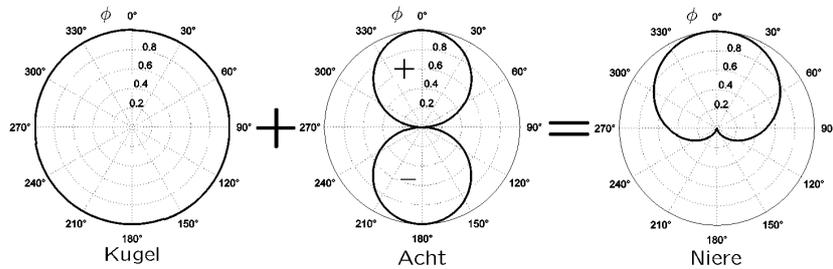
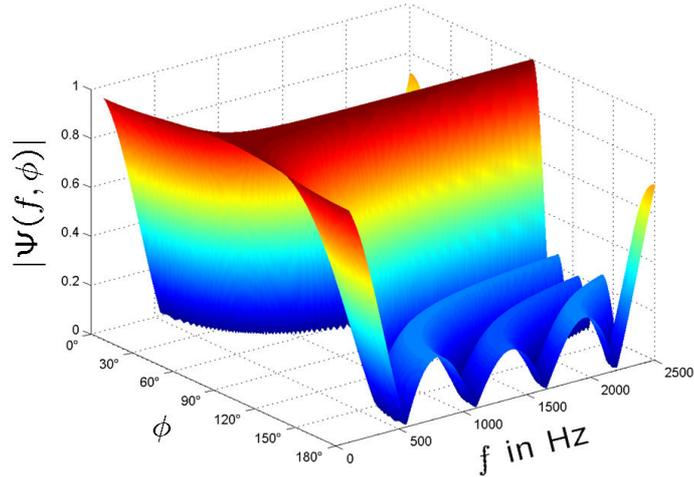

Abbildung 4: Überlagerung idealer Richtcharakteristiken  $0 \leq |\Psi(f, \phi)| \leq 1$ , dargestellt im Polardiagramm
Abbildung 7: 3D-Richtcharakteristik für Frequenzen von 100 bis 2500 Hz
Die grafische Darstellung kann auf verschiedene Arten erfolgen und wird *Richtcharakteristik* genannt. In Abbildung 4 sind beispielsweise lineare Polardiagramme dargestellt, aus denen man den Richtfaktor für einen bestimmten Winkel ablesen kann. Die Abbildungen 6 und 7 zeigen Richtcharakteristiken in kartesischen Koordinaten: In Abbildung 6 ist die Abhängigkeit von  $\phi$  dargestellt, in Abbildung 7 die Abhängigkeit von  $\phi$  und  $f$ . Beide Diagrammtypen kommen auch mit logarithmischer Skala vor. Es werden dann die Dämpfungen im Vergleich zum Maximum (0 dB) angegeben. In Versuch 1 sollen die Messergebnisse beispielsweise in logarithmische Polardiagramme eingetragen werden (Abbildungen 9 und 10).
worin der Name Druckempfänger begründet ist. Woher die Schalldruckänderung kam, ist irrelevant, weshalb der Druckempfänger für Schall aus allen Richtungen gleich empfindlich ist. Er weist eine omnidirektionale Richtcharakteristik auf. Im 2-dimensionalen Polardiagramm in Abbildung 4 ist dies als Kreis zu erkennen, was im Dreidimensionalen einer Kugel entspricht. Daher verwendet man oft den Begriff Kugelcharakteristik. Der Richtfaktor ist also winkelunabhängig  $\Gamma(\phi) = 1$ .
**Druckgradientenempfänger** Betrachtet man die Membran ohne Gehäuse, so reagiert sie immer noch auf unterschiedliche Drücke zwischen ihrer Vorder- und Rückseite, die zwar einen sehr kleinen, aber nicht zu vernachlässigenden Abstand zueinander haben. Es wird aber nun nicht mehr der außen herrschende Schalldruck mit dem unveränderlichen, innen herrschenden statischen Luftdruck verglichen. Stattdessen wird der Schalldruck an zwei verschiedenen Punkten wahrgenommen. Wegen der sehr geringen Membrandicke misst ein solches Mikrofon also den Druckgradienten. Trifft eine Schallwelle seitlich auf die Membran, herrschen auf beiden Seiten identische Schalldrücke. An dieser Stelle hat die Richtcharakteristik eine Nullstelle. Schall, der senkrecht auf die Membran trifft, bewirkt einen großen Druckgradienten. Zu beachten ist jedoch, ob der Schall von vorne oder von hinten einfällt, da die Membran jeweils in verschiedene Richtungen ausgelenkt wird. Es handelt sich um einen Dipol, also im Prinzip um zwei gegenphasig arbeitende Empfänger. Dessen resultierende Richtfunktion besitzt entgegengesetzte Vorzeichen für Vorder- und Rückseite und wird meist durch Angabe der Vorzeichen wie im Polardiagramm in Abbildung 4 angegeben. Wegen ihrer markanten Form wird sie meist als Acht-Charakteristik bezeichnet. Für den Richtfaktor gilt dann  $\Gamma(\phi) = |\cos \phi|$ .
**Kombinationen** Abbildung 4 deutet schon an, dass Kugel- und Achtcharakteristiken überlagert werden können. Man erreicht dies, indem man entweder zwei verschiedene Mikrofonkapseln direkt nebeneinander betreibt und die Ausgänge miteinander verbindet oder, und so wird es praktisch meist umgesetzt, indem man die Membran in ein Gehäuse mit einer mehr oder weniger offenen Rückwand einbaut. Man erhält dann eine Nierencharakteristik, im Englischen wegen ihrer Herzkurvenform *Cardioid* genannt. Der entsprechende Richtfaktor errechnet sich ebenfalls durch Addition, jedoch unter Berücksichtigung
die besagt, dass der Sensorabstand  $l$  kleiner als die Hälfte der kleinsten vorkommenden Wellenlänge  $\lambda_{\min}$  sein muss, um Nebenmaxima in der Richtcharakteristik zu vermeiden. Signale mit höheren Frequenzanteilen erfordern folglich kleine Mikrofonabstände. Für eine gegebene Sensoranzahl  $M$  verkleinert sich damit jedoch die Gesamtlänge des Arrays, wodurch sich die Richtcharakteristik zu tieferen Frequenzen hin verbreitert. Abbildung 7 sind diese beiden entgegengesetzten Phänomene deutlich zu entnehmen. Abschließend bleibt zu erwähnen, dass die Richtwirkungen der hier betrachteten Zeilenarrays rotationssymmetrisch zur Arrayachse sind. Ein waagrechtes Array kann also nicht unterscheiden, ob sich die Schallquelle vor, hinter, über oder unter ihm befindet.